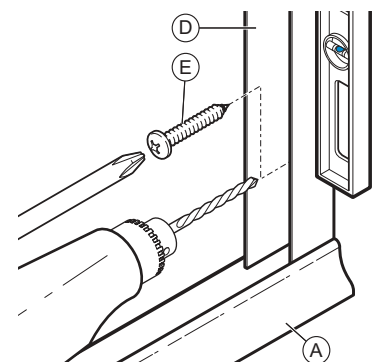

Fig. 2
- Place a wall jamb (D) on the aluminum sill (Fig. 2).
- Put back the jamb into place and fasten it with a #8 x 1 1/4" (3.2 cm) (E) screw.
- Positionnez le montant mural de niveau sur le seuil d'aluminium (A).
- Retirez le montant et percez le trou à l'aide d'une mèche de 1/8" (3 mm) de diamètre. Percez lentement pour éviter tout dommage. Fig. 2.
- Remettez le montant mural en place et fixez-le avec une vis #8 x 1 1/4" (32 mm) (E).
- Coloque una jamba (D) sobre el dintel de aluminio (Fig. 2).
- Vuelva a colocar la jamba en su lugar y ajústela con un tornillo #8 x 1 1/4" (3.2cm) (E).